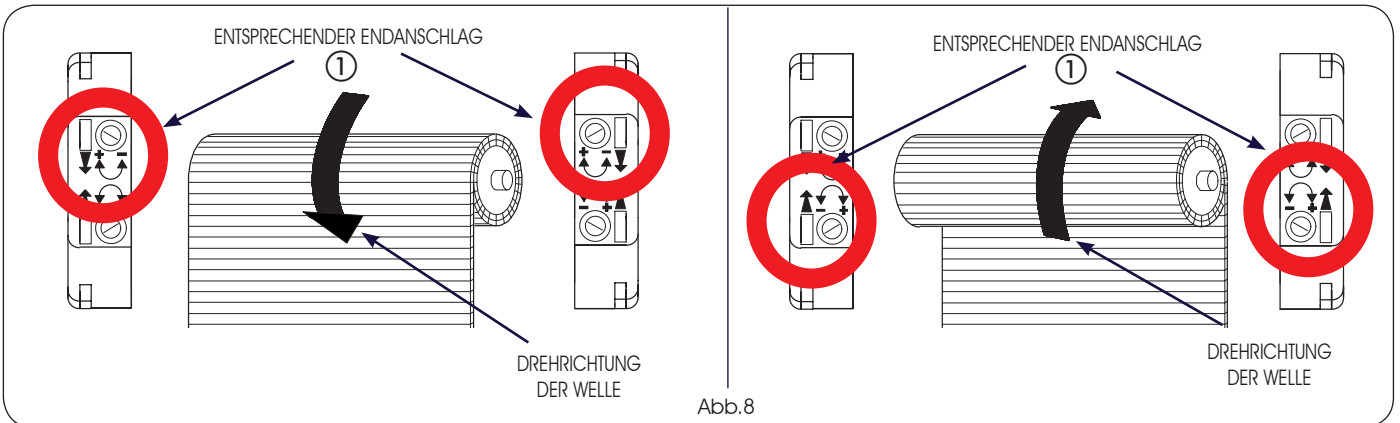

Abb.8
- 2) Die Schraube des der AB-Bewegung der Welle entsprechenden Endanschlags (Abb.8, Bez.①) mit der Einstellhilfe (Abb.1, Bez.⑤) zum Pluszeichen (+) drehen, um den Weg des Rollladens zu verlängern, zum Minuszeichen (-), um ihn zu verkürzen.